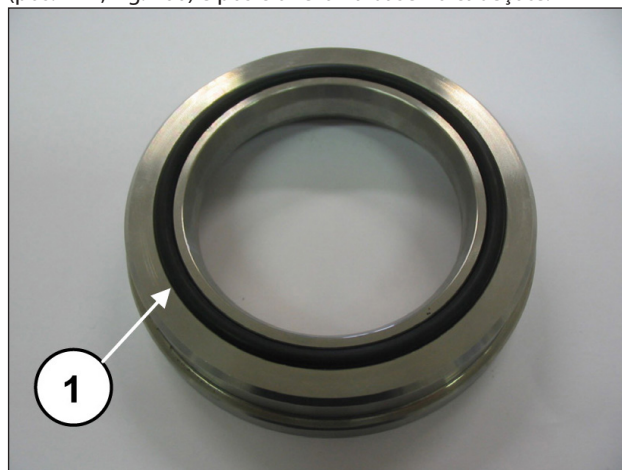

Fig. 200
Monte agora no anel do cabeçote dos vedantes KC, o O-ring (pos. ①, Fig. 200) e posicione-o na base no cabeçote.